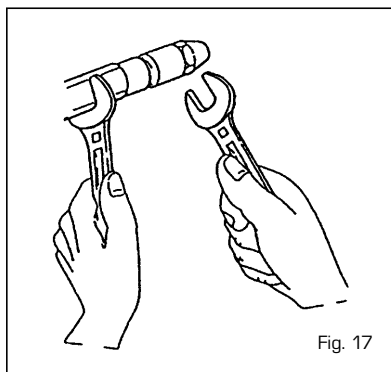

Fig. 17
#### 4.7.3 Sostituzione ugello (fig. 17)
- Bloccare il porta spruzzo utilizzando una chiave n° 19 e svitare l'ugello con una chiave n° 16 (fig. 17).